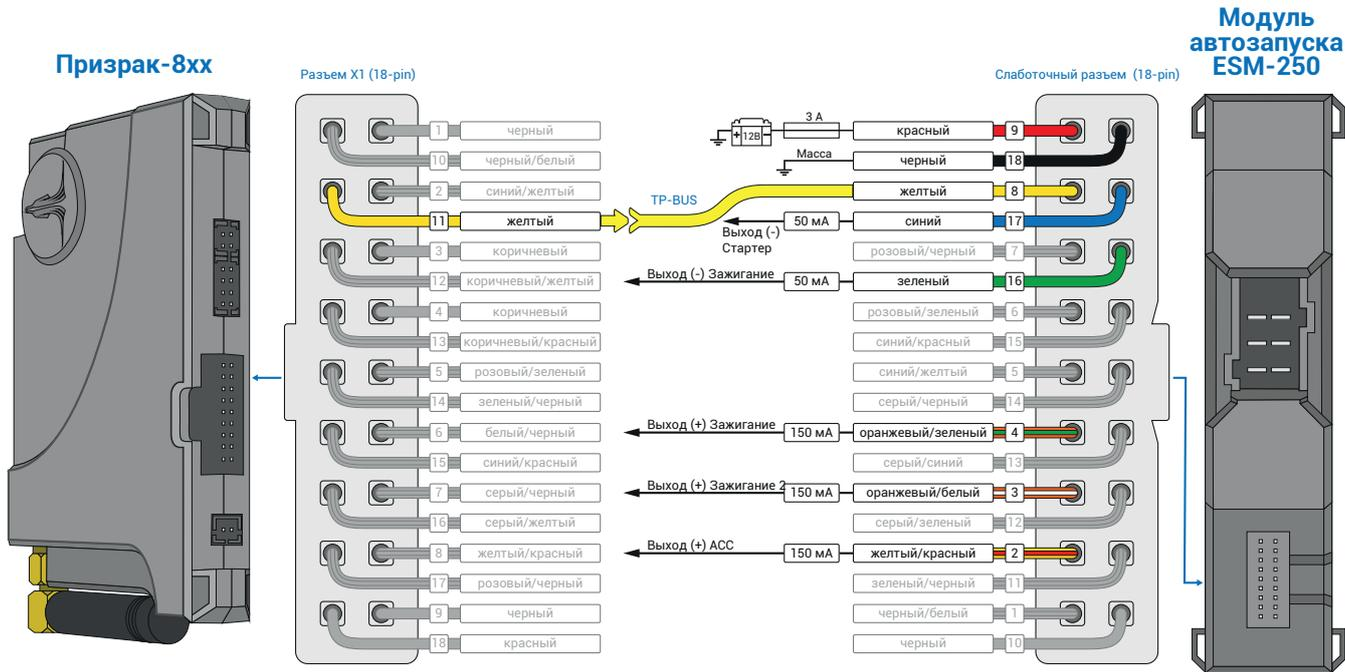
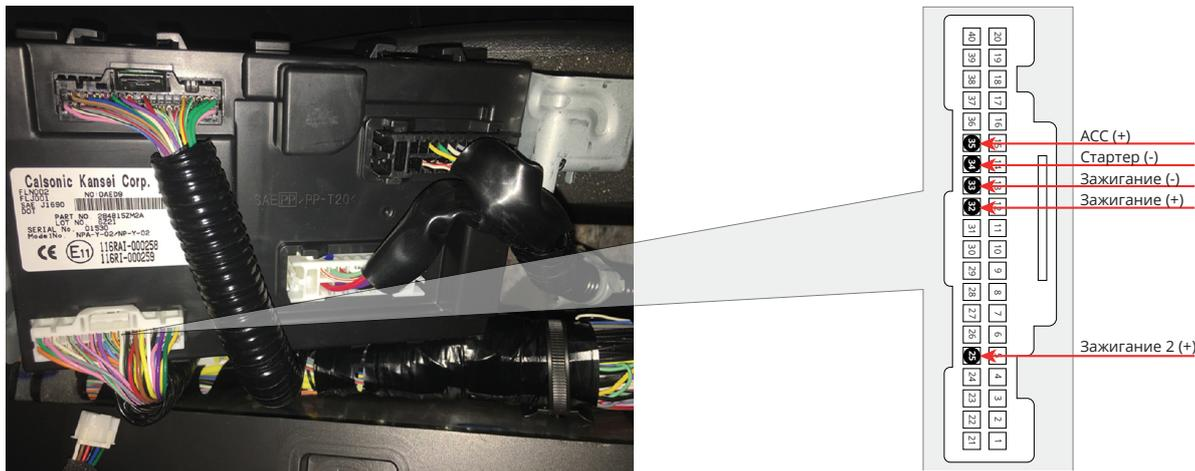

Рис.3 Подключение модуля автозапуска ESM-250
Рис.4 Место подключения к цепям запуска двигателя
2. Подключите модуль автозапуска ESM-250 – выводы модуля, которые требуется подключить выделены на рис. 3. Подключение производится за приборной панелью (см. рис. 4).